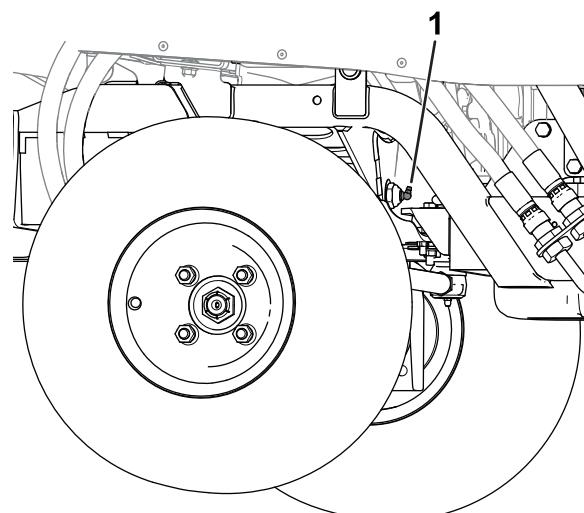

Figura 45
- Pasador de giro del eje (Figura 45)